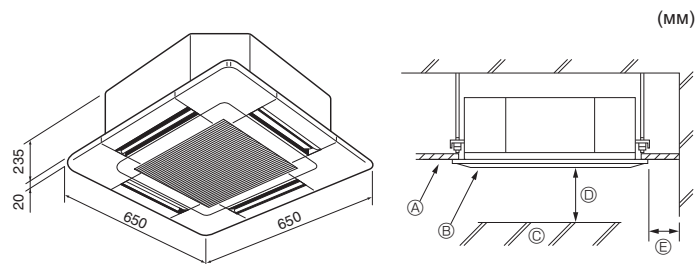

Fig. 3-1
3.1. Внутренний прибор (Fig. 3-1)